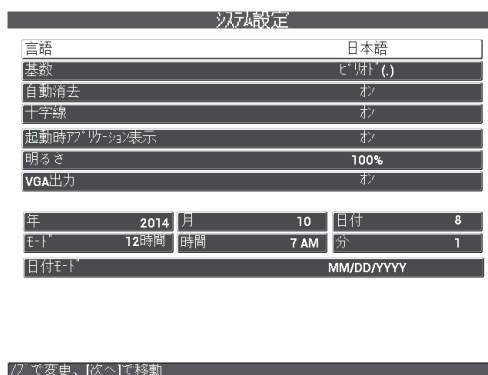

図 4-1 システム設定画面
1. 設定メニューキー () を 2 回押し、B キーを押してシステム設定画面に進みます (73 ページの図 4-1 参照)。
1. 設定メニューキー () を 2 回押し、B キーを押して**システム設定**画面に進みます (73 ページの図 4-1 参照)。
3. **システム設定**画面 (73 ページの図 4-1 参照) で、全画面次へキー () を押し、目的のパラメーターを強調表示し、ノブを使ってその値を変更します。